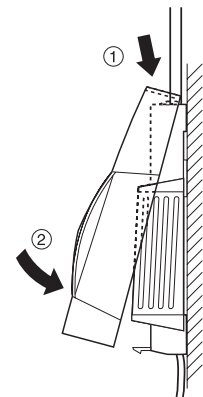

Abb. 4:
- ▶ Setzen Sie den Gehäusedeckel oben an und rasten Sie ihn unten ein (siehe Abb. 4).